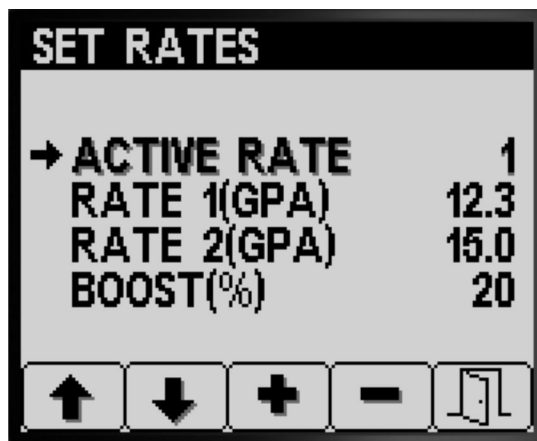

図 5
1. ボタン1と2でアクティブレート間の移動 図 5。
2. ボタン 4 はアクティブレートの入力 図 5。
3. ボタン 3 と 4 は、プログラムされたアクティブレートをRATE 1 または RATE 2 にセット 図 5。